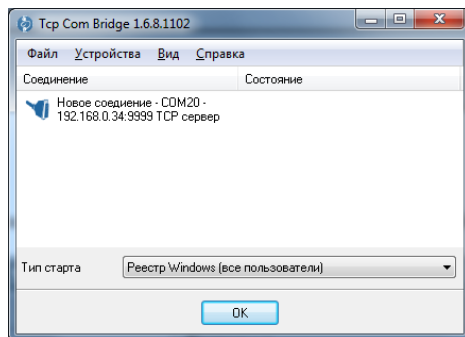
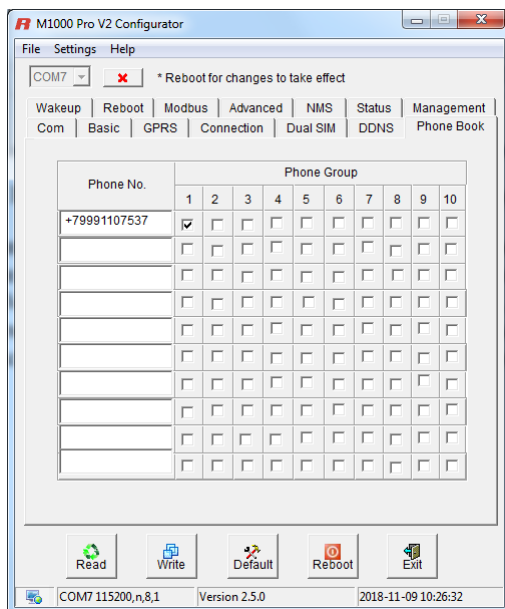

Рисунок 23 – Окно программы «TCP COM Bridge»
Рисунок 24 – Вкладка «Phone Book» окна программы «M1000 Pro V2 Configurator»
3.5.13.14 Нажать кнопку «OK» в окне «Виртуальные порты» программы «TCP COM Bridge» (рисунок 23). В появившемся окне (рисунок 24) установить тип старта «Windows Registry (all users)».
3.5.13.17 Для диагностики успешного подключения можно установить телефон, на который будет отправляться SMS-сообщение при успешном входе в сеть. Для этого необходимо в настройках терминала во вкладке «Connection» установить режим «Enable Online Notification» (рисунок 18) и задать телефон во вкладке «Phone Book» (рисунок 24).